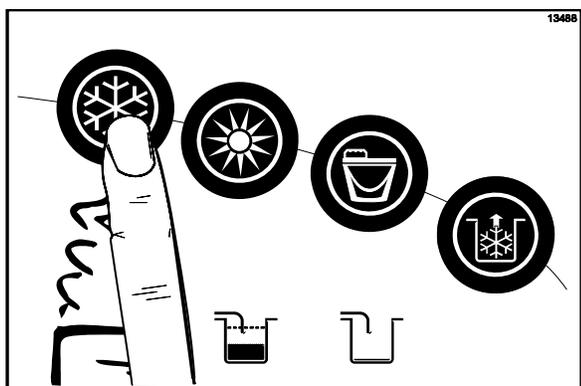

图 41
4. 当准备好恢复正常操作时，按 **AUTO** 键 。（见图 41。）在经理菜单内有一个控制功能，它可以启动或关闭自动启动（**AUTO START**）功能。当 **AUTO START** 启动时，冷冻机将自动退出待机模式，并在每一天的规定时间开始两侧的自动模式。（见第 83 页）。